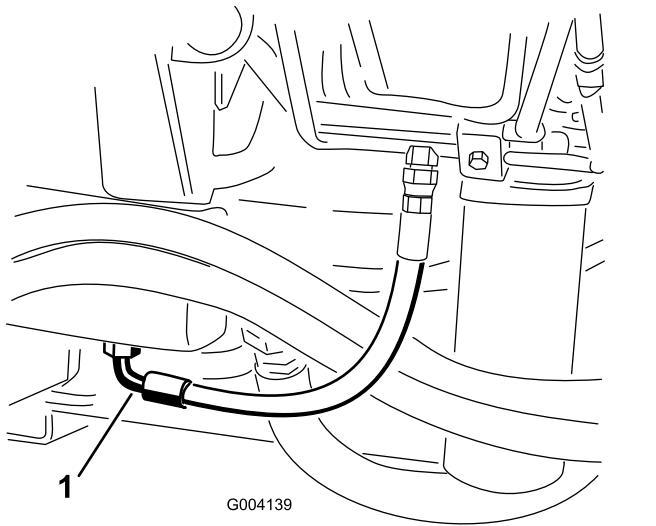

Figure 56
2. Placez un grand bac de vidange sous le raccord monté au bas du réservoir de liquide hydraulique (Figure 56).